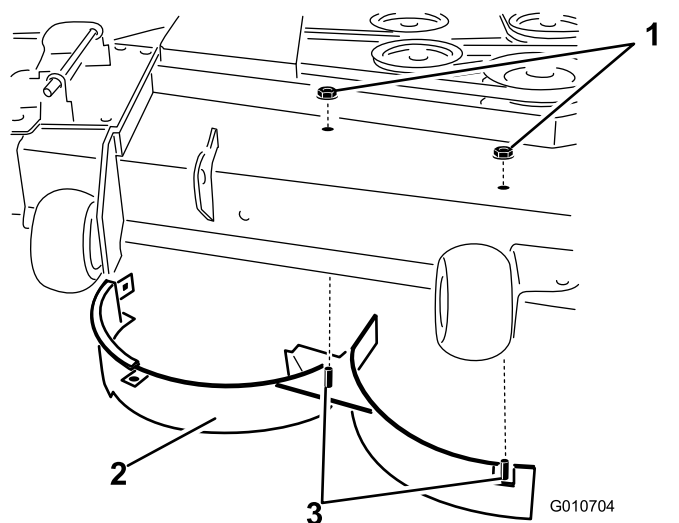

Figura 32
8. Remova as duas porcas de bloqueio (5/16 pol.) presas aos postes soldados do abafador direito, na parte superior da plataforma do cortador, nas posições central e direita (Figura 32).